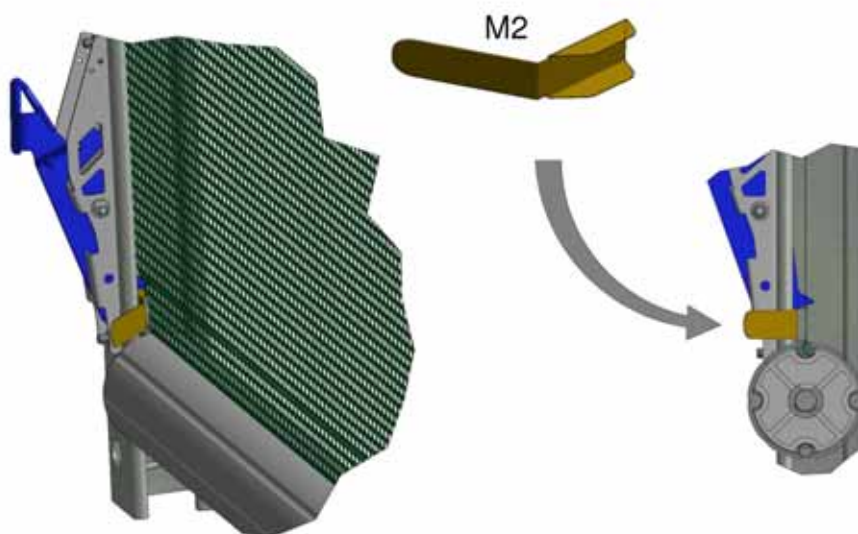
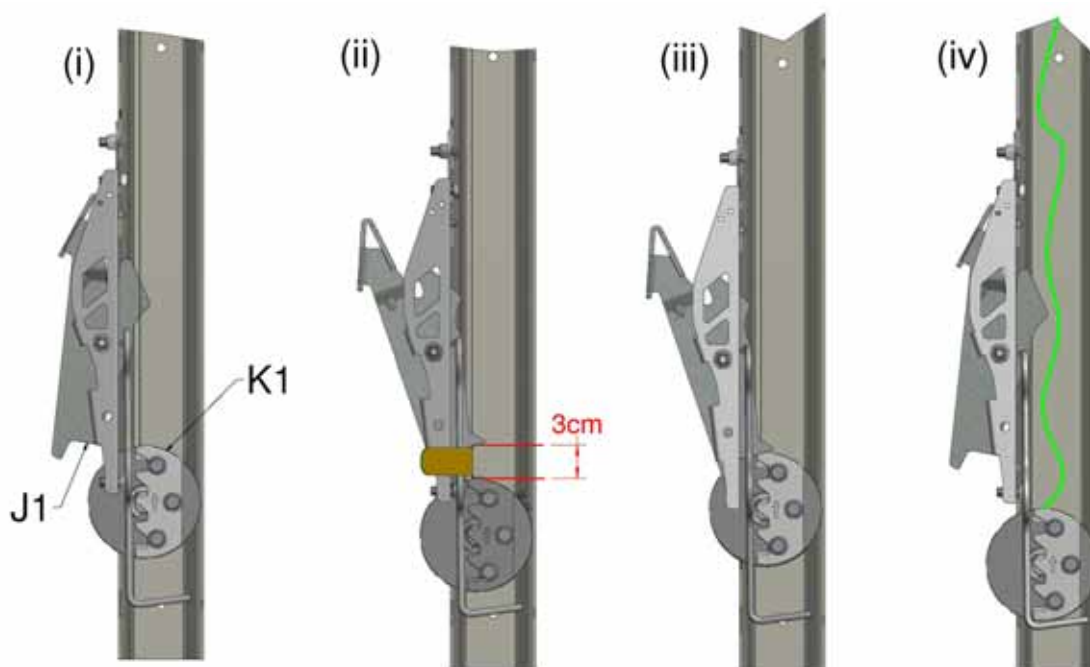

Figure 16b, limite de la jauge
Figure 17, réglage des limites inférieures
Étape 1.1, tissu pré-tension : Figure 17(i), utilisez le bouton de déplacement pour refermer la porte, continuez jusqu'à ce que le tube inférieur se trouve juste suffisamment bas pour permettre au loquet de verrouillage (J1) de se retourner autour de l'insert du tube (K1/K2). Figure 17(iii), ouvrez la porte jusqu'à ce que
l'insert de tube s'engage dans le loquet de verrouillage et que le moteur cale et s'arrête de lui-même. Le tissu est maintenant en pré-tension. Figure 17(iv) abaissez la porte jusqu'à ce que les deux loquets de verrouillage s'ouvrent, puis relevez ensuite la porte d'environ 1 mètre.
Étape 2, position de verrouillage : Figure 17(ii), utilisez le commutateur de déplacement pour fermer la porte, et continuez jusqu'à ce que le tube inférieur soit assez bas pour permettre au loquet de verrouillage (J1) de passer par-dessus les inserts du tube (K1/K2) et pour permettre à la jauge (3 cm) de s'insérer de chaque côté entre le loquet de verrouillage et l'insert du tube (Figure 16b).
Étape 3, position de tension : Figure 17(iii), utilisez le commutateur de déplacement pour ouvrir la porte jusqu'à ce que l'insert du tube s'engage dans le loquet de verrouillage et que le moteur s'immobilise et se coupe.
Étape 4, position de déverrouillage : Figure 17(iv), utilisez le commutateur de déplacement pour abaisser la porte jusqu'à l'ouverture du loquet de verrouillage. Continuez à actionner la porte par petites étapes jusqu'à ce que le tissu soit lâche. Appuyez sur le bouton de programmation 1, la position de déverrouillage est maintenant définie et le moteur produit un 'clic' pour confirmer.